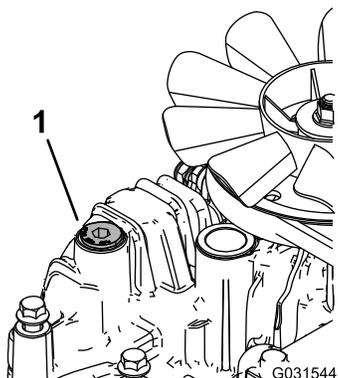

Рисунок 86
11. Полностью ослабьте пробку вентиляционного отверстия в каждой трансмиссии, чтобы она могла качаться из стороны в сторону (**Рисунок 86**).